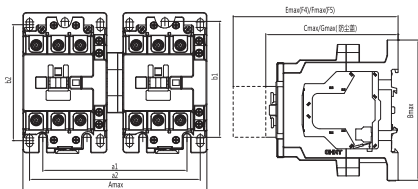

图4 NC5-4011N ~ 10011N系列交流接触器外形与安装示意
6.4 NC5-4011N ~ 10011N系列交流接触器安装尺寸与外形尺寸，见图4及表6，型号规格重量见箱贴。